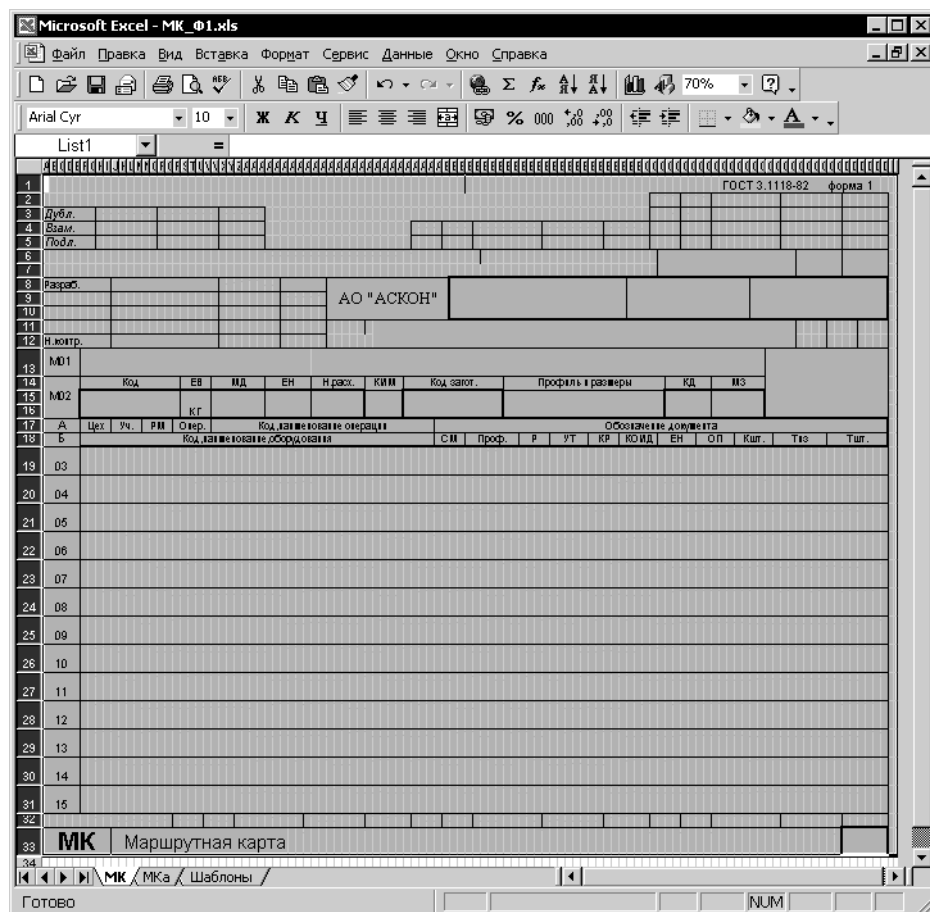

Рис. 3.59. Диапазон «List»
- 3.1. Выделите все строки карты на первом листе и присвойте им имя диапазона «List» (рис. 3.59).